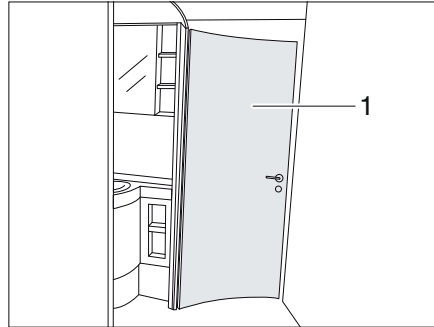

Fig. 224 Espace de bain
Selon l'équipement, la porte de l'espace toilette (Fig. 224,1) peut être bloquée dans 1 à 3 largeurs d'ouverture différentes pour former un espace de bain. Selon la largeur d'ouverture sélectionnée, différentes parties de local sont reliées ensemble.
- ▷ La porte de l'espace toilette (Fig. 224,1) ne peut pas être utilisée comme paroi de séparation pendant le trajet.